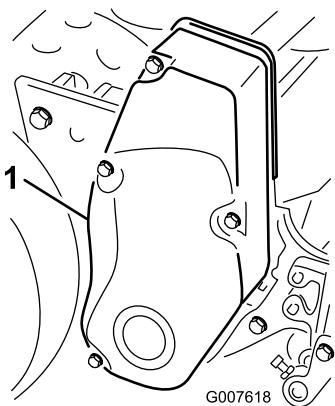

Рисунок 41
- Снимите детали крепления крышки ремня и саму крышку, чтобы открыть доступ к ремню (Рисунок 41).